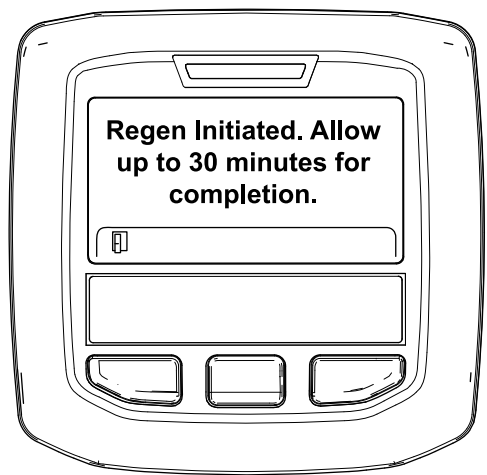

図 33
- 再生許可の場合には Regen Initiated 再生を開始しましたと表示。再生が終了するまで、最大 30 分間が必要。終了まで待つ 図 33。